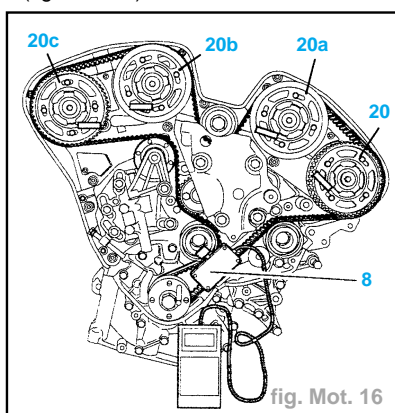

fig. Mot. 16
- Déposer l'outil (6).
- Placer l'outil (8) (appareil de mesure de tension de courroie SEEM C. TRONIC 105.5) sur la courroie de distribution (fig. Mot. 16).
- Serrer dans l'ordre (fig. Mot. 16) les vis (19) à 1 daN.m.
- le pignon (20)
- Serrer dans l'ordre (fig. MOT.16) les vis (19) à 1 daN.m
- les piges de calage des arbres à cames (3) et du vilebrequin (4).